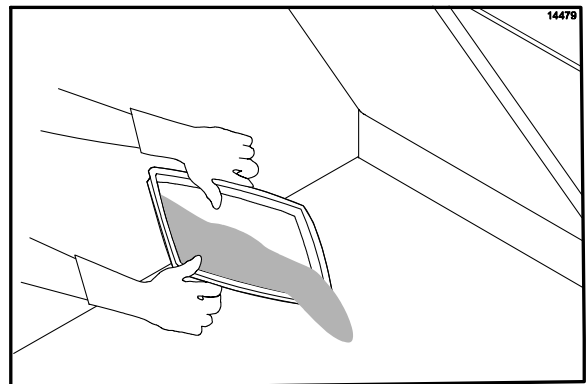

Abbildung 105
37. Die restliche **McD Hi-Temp Grill Cleaner (HTGC)**-Reinigungsflüssigkeit auf die untere Grillplatte schütten. (Siehe Abbildung 105.)